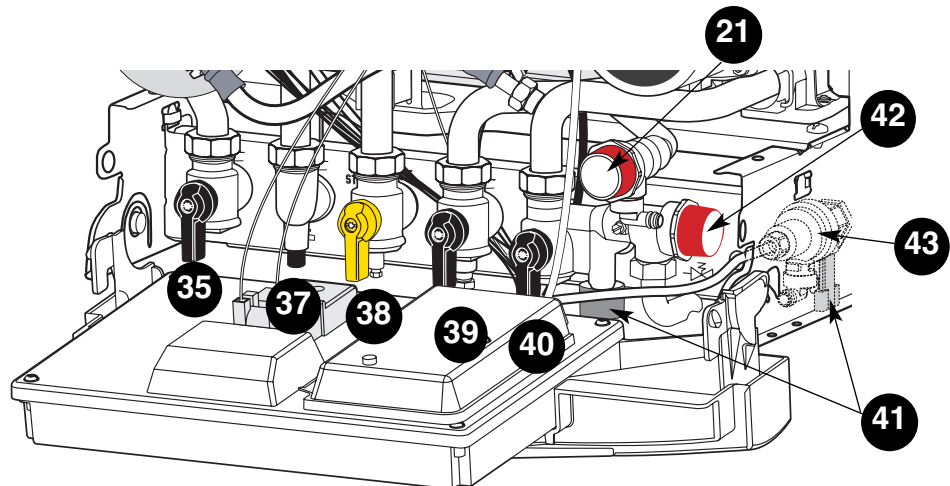

Fig. 20
Robinetterie (fig. 20)
3. Ouvrir le robinet gaz **38** (fig.20).